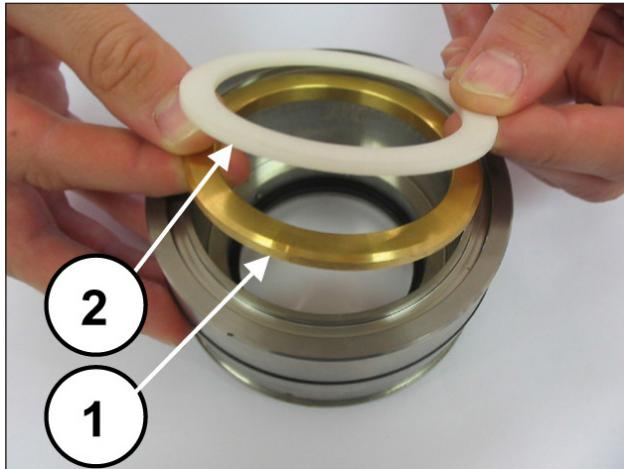

图 197
安装支撑环和抗挤压环（①②，图 197）、三个KC密封环（注意槽口彼此之间成120度①，图 198）、KC密封刮刀环和弹簧环（①②，图 199）。